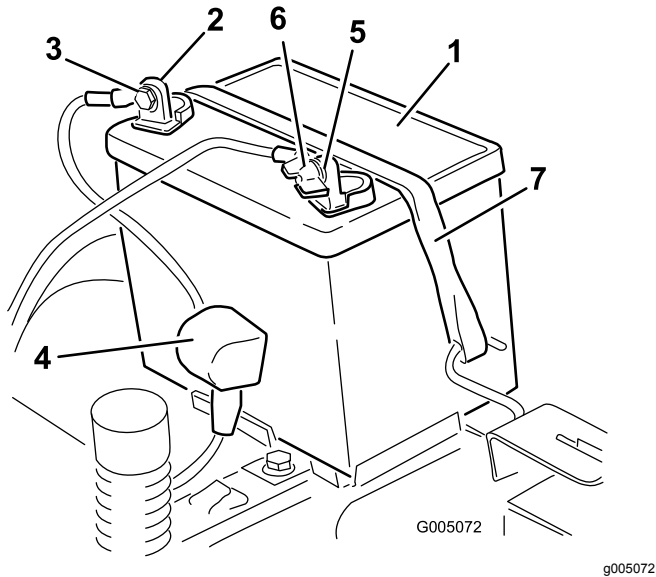

Figura 44
4. Desconecte el cable negativo de tierra (negro) del borne de la batería (Figura 44). Guarde todas las fijaciones.
positivo (rojo) del borne de la batería (Figura 44). Guarde todas las fijaciones.
- Retire la correa de sujeción de la batería (Figura 44) y levante la batería para retirarla de su bandeja.
- Coloque la batería en la bandeja (Figura 44).
- Fije la batería con la correa de sujeción (Figura 44).